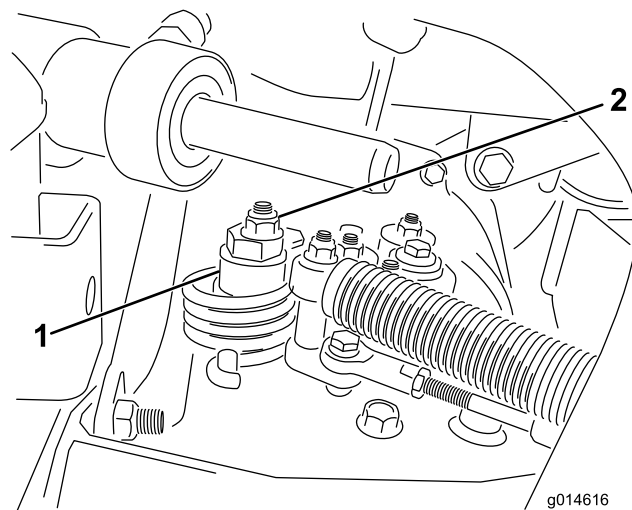

Figure 39
A. Desserrez l'écrou de fixation de l'excentrique en haut de l'hydrostat (Figure 39).
- C. Tournez l'excentrique jusqu'à ce que la roue ne tourne plus dans aucune direction. Lorsque la route arrête de tourner, serrez l'écrou pour bloquer l'excentrique et le réglage (Figure 39). Vérifiez le réglage avec la commande d'accélérateur en position BAS RÉGIME, puis HAUT RÉGIME.